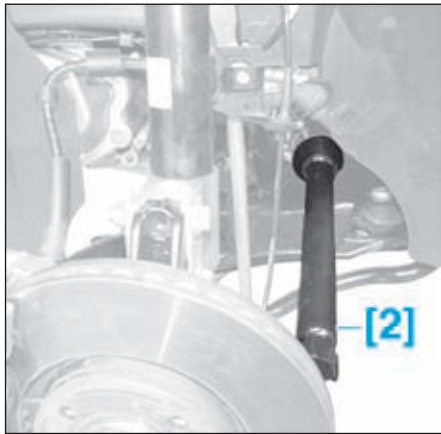

FIG.15
- Déposer, à l'aide de l'outil [2], la biellette de direction (Fig.15).
- Remplacer systématiquement les colliers (6) et l'écrou (2).